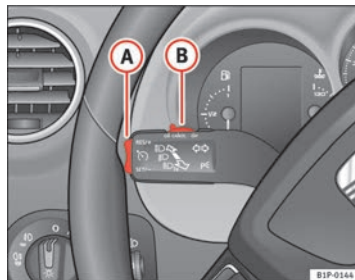

Fig. 131 Palanca de intermitentes y de luz de carretera: mando y tecla basculante para el regulador de velocidad
- Cuando se haya alcanzado la velocidad que se quiere programar, pulse brevemente la parte inferior de la tecla basculante **SET/SET** ⇒ fig. 131 **A** una vez.